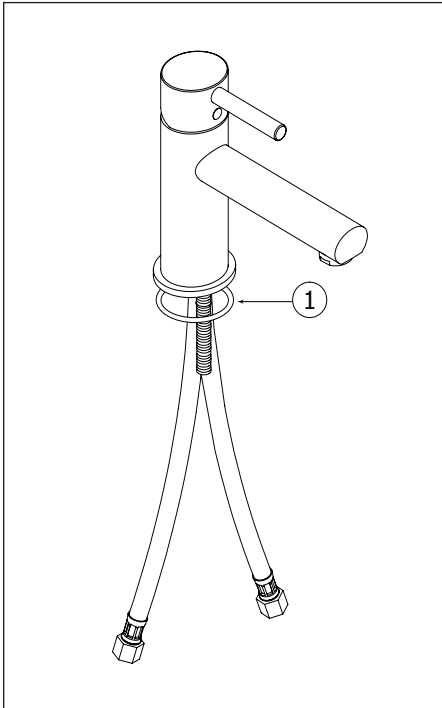

Fig.1
Place the rubber ring (1) against the faucet body (Fig. 1).
Placez la bague en caoutchouc (1) contre le bec (Fig. 1).